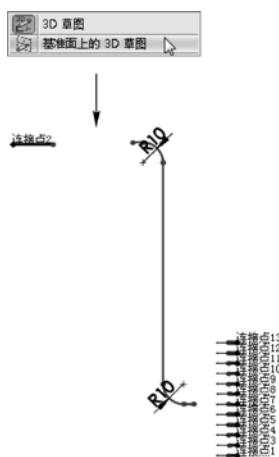

图 3-19 绘制 3D 草图效果
STEP 5 在线路编辑状态下，选中步骤 2 创建的基准面，然后单击“草图”工具栏中的“基准面上的 3D 草图”按钮，将 3D 草图限制在此基准面上。使用“直线”和“圆弧”等命令绘制草图，作为电缆的干线，如图 3-19 所示。